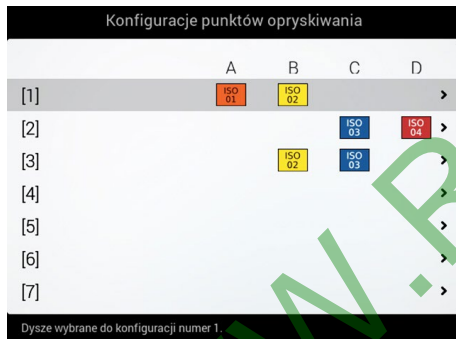

Fig. 47
- Wybrać konfigurację do ustawienia (Fig. 47).